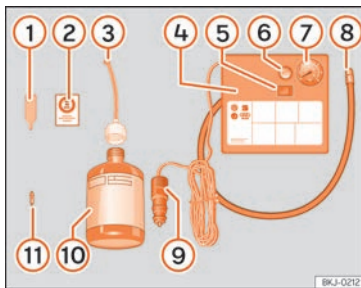

Abb. 41 Prinzipdarstellung: Bestandteile des Pannensets.
Das Pannenset befindet sich im Gepäckraum unter dem Bodenbelag. Es besteht aus folgenden Bestandteilen » Abb. 41:
- Ventilkappe und Ventileinsatz vom Reifenventil abschrauben. Verwenden Sie den Ventilinsatzdreher » Abb. 41 1 zum Heraus-schrauben des Ventileinsatzes. Legen Sie den Ventileinsatz auf einem sauberen Untergrund ab.
- Reifendichtungsmittelflasche kräftig schütteln » Abb. 41 10.
- Schrauben Sie den Einfüllschlauch »» **Abb. 41 ③** auf die Dichtmittelflasche. Die Folie am Verschluss wird automatisch durchstoßen.
- Verschlussstopfen vom Einfüllschlauch »» **Abb. 41 ③** entfernen und das offene Ende ganz auf das Reifenventil stecken.
- Ventileinsatz mit dem Ventileinsatzdreher »» **Abb. 41 ①** wieder in das Reifenventil schrauben.
- Reifenfüllschlauch »» **Abb. 41 ⑧** des Luftkompressors fest auf das Reifenventil schrauben.
- Prüfen, ob die Luftablassschraube »» **Abb. 41 ⑥** zuge dreht ist.
- Stecker »» **Abb. 41 ⑨** in die 12 Volt-Steckdose des Fahrzeugs stecken »» **Seite 169**.
- Luftkompressor mit dem EIN- und AUS-Schalter »» **Abb. 41 ⑤** einschalten.
- Kleben Sie den Aufkleber »» **Abb. 41 ②** im Sichtfeld des Fahrers auf das Kombi-Instrument.
Den Reifenfüllschlauch »» **Abb. 41 ⑧** wieder anschließen und den Reifenfülldruck an der Reifenfülldruckanzeige **⑥** ablesen.